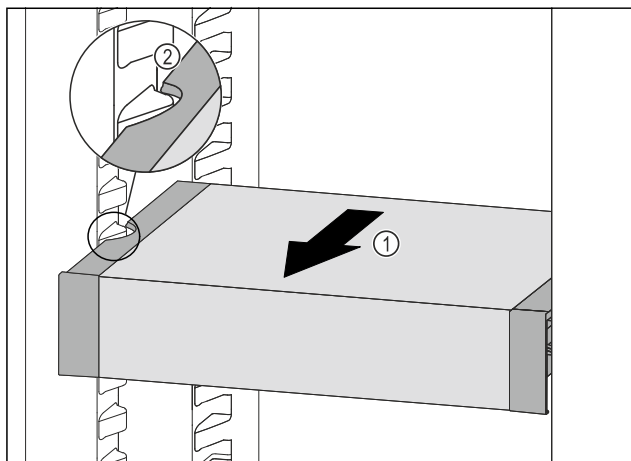

Fig. 107
- Tirer le VarioSafe vers l'avant Fig. 107 (1) jusqu'à ce que les encoches latérales du VarioSafe se trouvent au niveau de la nervure du bac dans la partie réfrigérateur.
- Fig. 107 (2)